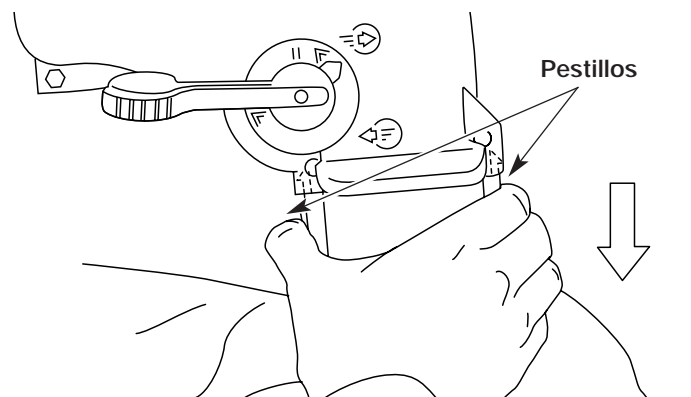

Fig. 5
1. Presione los pestillos que se encuentran a ambos lados del adaptador del saco colector de residuos y retire dicho saco del aparato (Fig. 5).